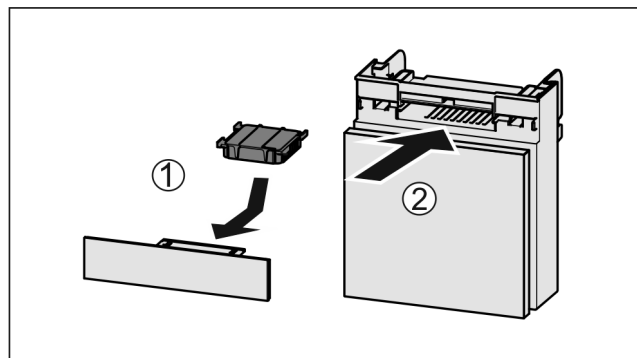

Fig. 166
- Aktivkohlefilter nach Abbildung einsetzen Fig. 166 (1).
- Fach einschieben Fig. 166 (2).